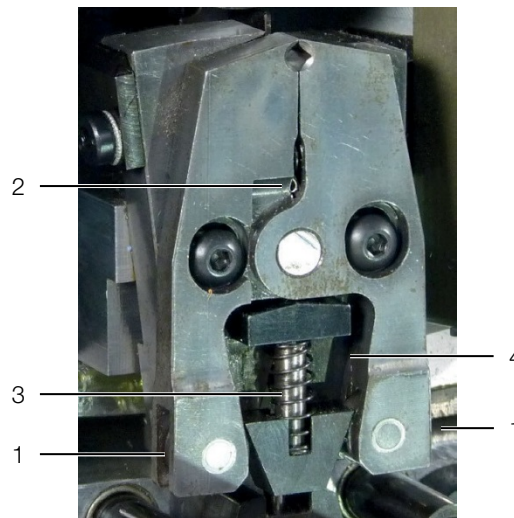

Abb. 21: Crimpwerkzeug
- Prüfen Sie, ob die Laufrollen (Abb. 21, Pos. 1) am Crimpwerkzeug leichtgängig sind.
- Prüfen Sie, ob die Laufrollen (Abb. 21, Pos. 2) an der Hülsenhaltezange leichtgängig sind.
- Ölen Sie den Führungsstift (Abb. 21, Pos. 3) der Hülsenhalteeinheit.
- Ölen Sie die seitlichen Laufflächen (Abb. 21, Pos. 4) der Hülsenhalteeinheit.